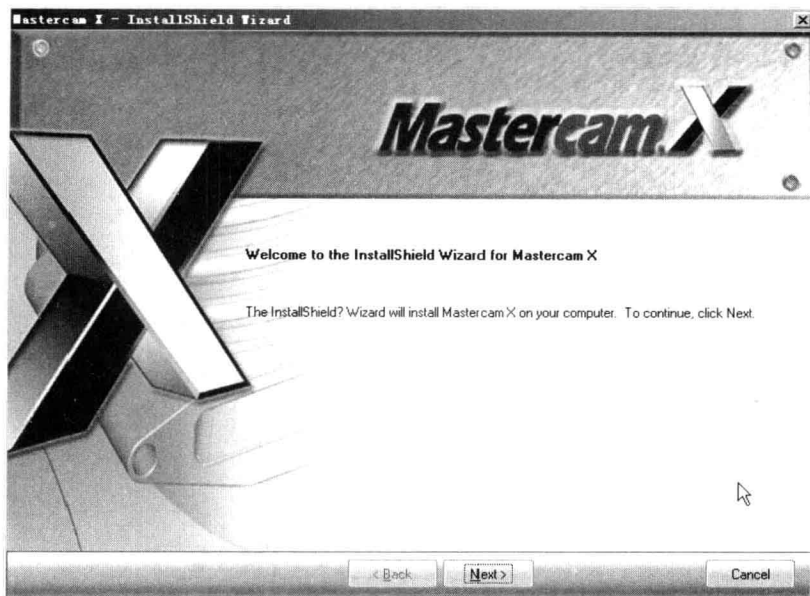
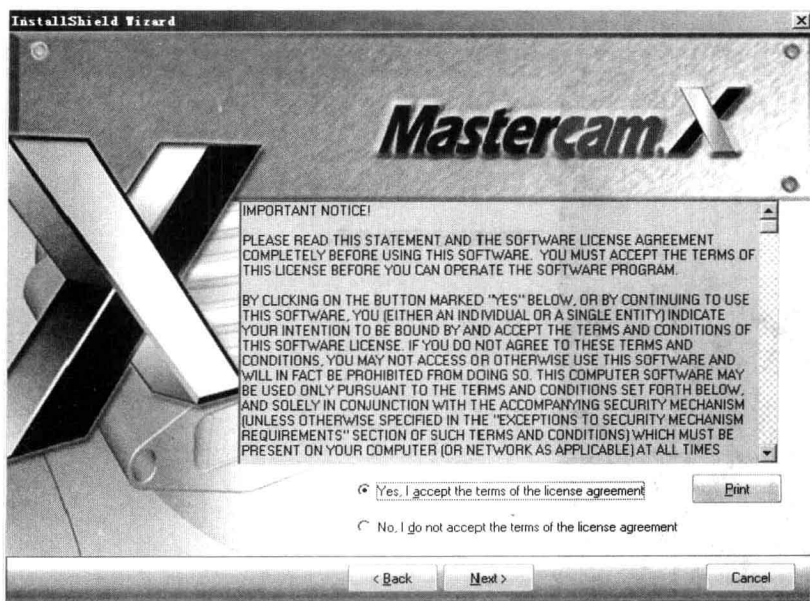

图 0.6 Welcome to the InstallShield Wizard for Mastercam X 安装界面
图 0.7 Mastercam X 的安装协议
(6) 安装 Mastercam X，双击 setup.exe 运行安装程序，打开如图 0.6 所示的 Welcome to the InstallShield Wizard for Mastercam X 安装界面。
(7) 在如图 0.6 所示的对话框中单击 Next 按钮，打开如图 0.7 所示的安装协议。用户可以通过移动滚动条来完整地阅读 Mastercam X 的安装协议。
(8) 在如图 0.7 所示的安装协议中，选中 Yes, I accept the terms of the license agreement